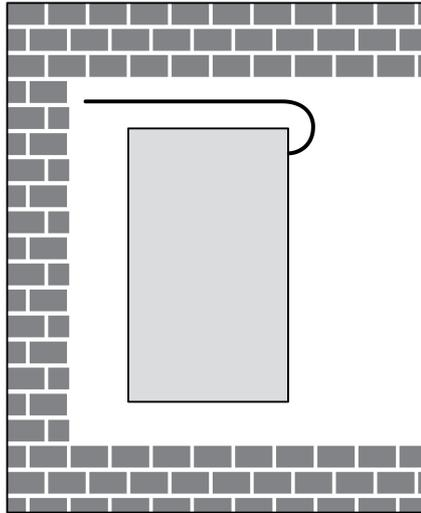

Figura 4: Montaggio nella scatola apparecchi
- i** Tenere l'antenna il più distesa e libera possibile (figura 4).